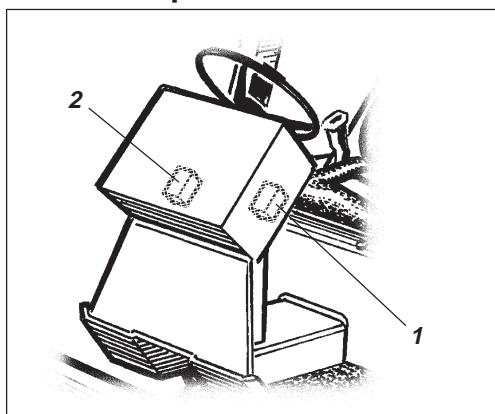
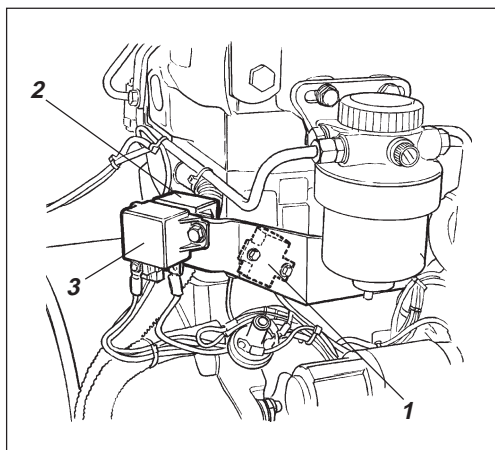

Fig. 31 Styrpelare
Fig. 32 Motorum
Det elektriska regler- och kontrollsystemet är avsäkrat med två säkringar, 15A (1)fig.31 och 30A (1) se fig.32 nedan.